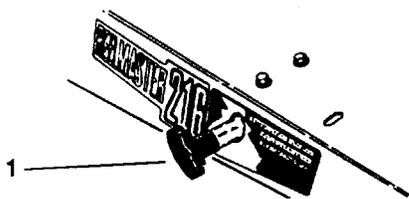

Fig. 14
**Comando di innesto della trazione** (Fig. 14)—Modelli 03425 e 03430 soltanto. Si trova a sinistra dell'operatore. Estrarre la manopola per la trazione a 2 ruote; inserirla per la trazione a 3 ruote. Il tosaerba deve essere completamente fermo prima di cambiare dalla trazione a 2 ruote a quella a 3 ruote.